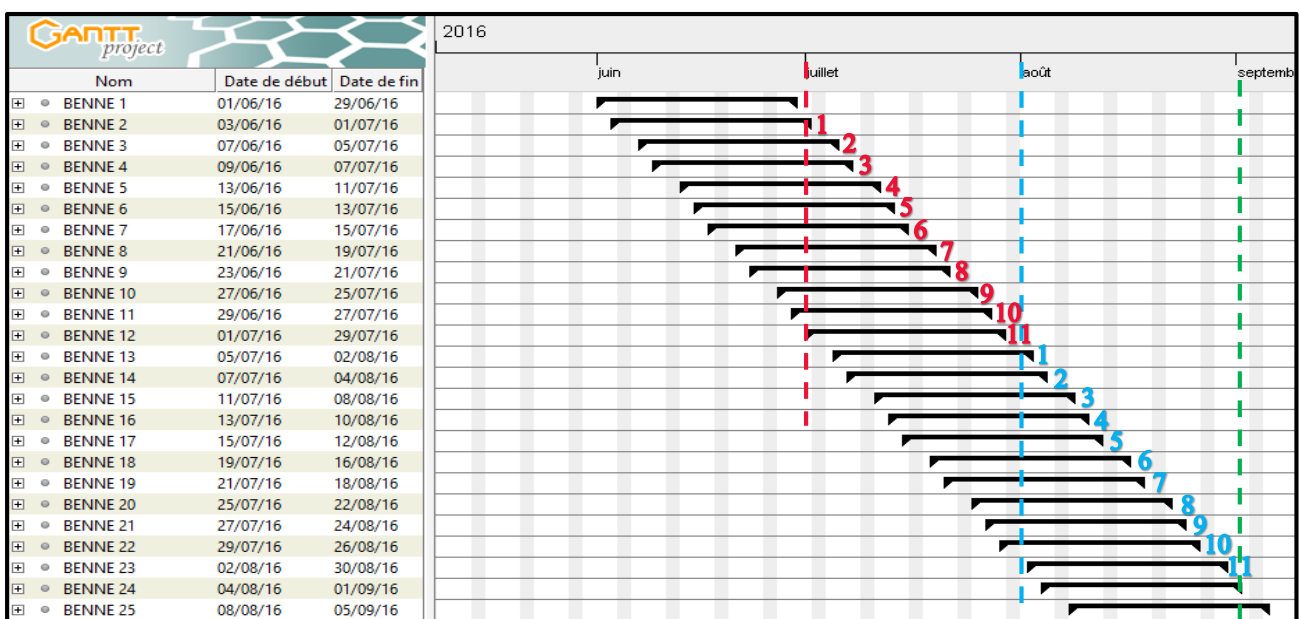

Figure IV.4 : diagramme de Gantt (Rendement)
D'après le diagramme obtenu [Figure IV.4], on a noté que le rendement par mois est élevé à onze (11) bennes, la production commence par une seule benne dans le premier mois (juin) et arrivé à onze (11) bennes dans les prochains mois.